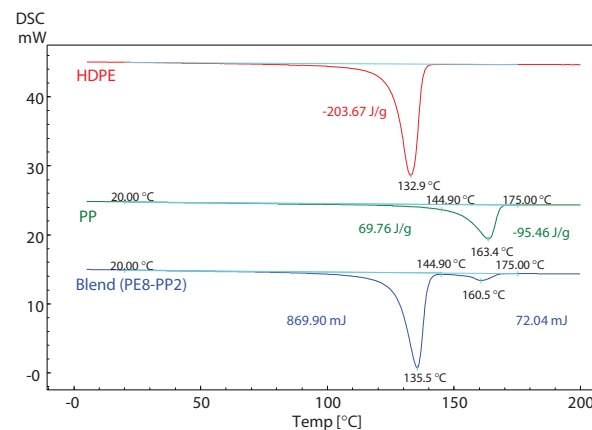

図3 HDPEとPP単体とブレンド試料のDSC曲線
この方法によるデータを図3に示します。100% HDPE 及び PP の融解熱量と部分熱量から求めたブレンド試料の成分毎の融解熱量を用いて前項①と同様に計算したところ、ブレンド比 HDPE : PP = 79.7% : 20.3% に対して測定結果が HDPE : PP = 85.1% : 14.9% とおおむね近い値が得られました。2つのピークの重なりが大きいと精度が低下します。